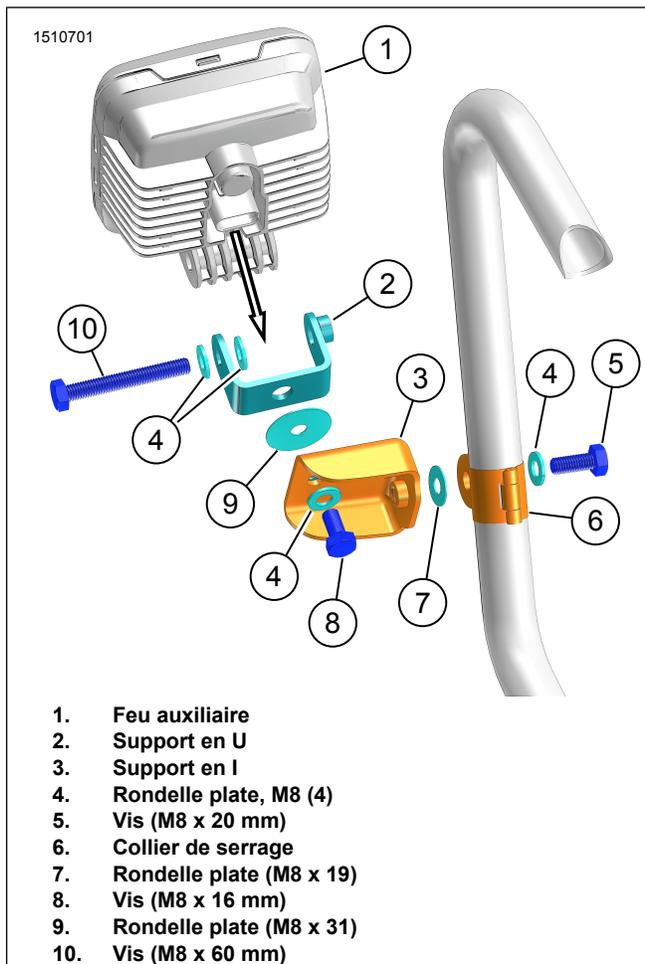

Figure 4. Installation des feux auxiliaires (typique)
1. Voir la figure 4. Installer le support en U (2) sur le feu auxiliaire (1).
- a. Installer la vis (10) et les deux rondelles plates (4).
- b. Serrer la vis sans la serrer à fond (10).
2. Installer le support en I (3) sur le support en U (2).
- a. Installer la vis (8), la rondelle plate (4) et la rondelle plate (9).
- b. Serrer la vis sans la serrer à fond (8).
4. Voir la figure 4. Installer le collier (6) sur le support en I (3).
- a. Installer le collier (6) sur le protecteur.
- b. Installer la vis (5), la rondelle plate (4) et la rondelle plate (7).
- c. Serrer la vis sans la serrer à fond (5).